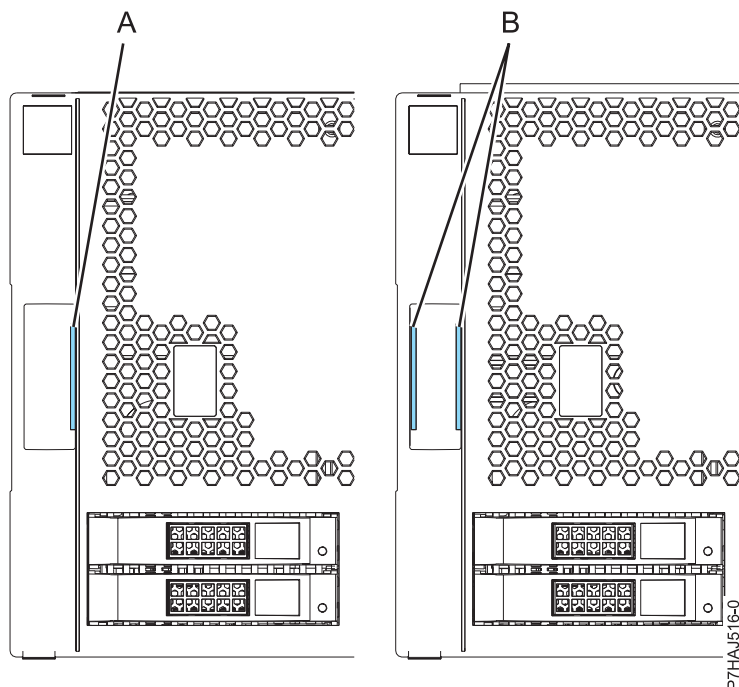

Figure 4. Identification des capots anciens et nouveaux
Remarque : Les anciens capots (expédiés avant le 1er mars 2011) sont reconnaissables à la bande bleue unique (A) située sur les taquets du capot. Les nouveaux capots possèdent deux bandes bleues (B). Voir figure 4.